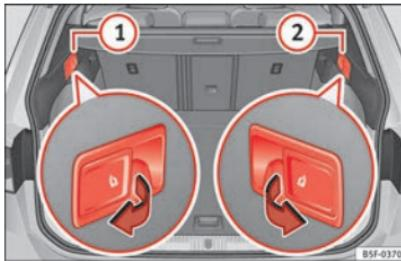

Fig. 156 Nel bagagliaio: leve per lo sblocco a distanza del lato sinistro **1** e destro **2** dello schienale posteriore
- Tirare la leva di sblocco a distanza dal lato sinistro **» fig. 156** **1** o destro **2** dello schienale nel senso della freccia. Il lato sbloccato dello schienale posteriore si ribalta automaticamente in avanti.